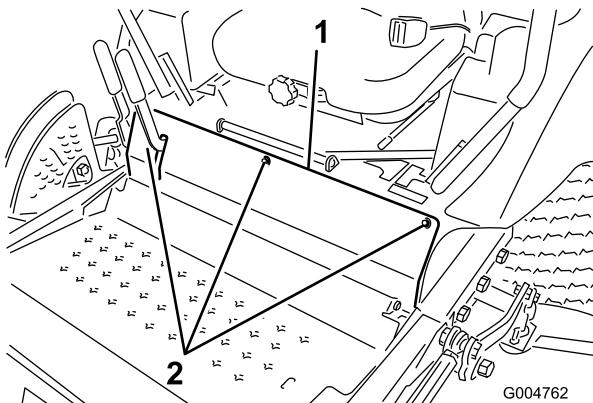

Figura 54
2. Retire os parafusos que fixam o painel dianteiro e retire o painel (Figura 54).